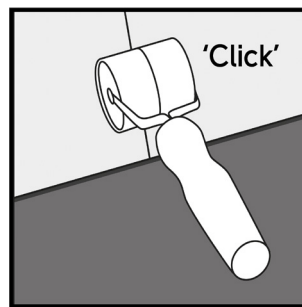

FIG 4
- Poursuivez la pose des lames dans toute la pièce jusqu'à ce que la rangée soit terminée ; utilisez un rouleau à main pour vous aider (fig. 4). N'utilisez un marteau en caoutchouc et un chutes de produit que si nécessaire pour tapoter délicatement le produit. Utilisez une barre de traction pour ajuster le produit le long des bords de la pièce (fig. 5).